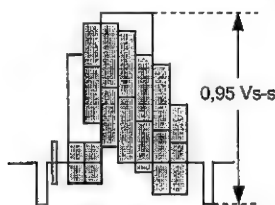

Abbildung 5-3.
3. Die Amplitude des E-E-Signals muß 1,0 Vs-s betragen, wie in Abbildung 5-3 dargestellt.